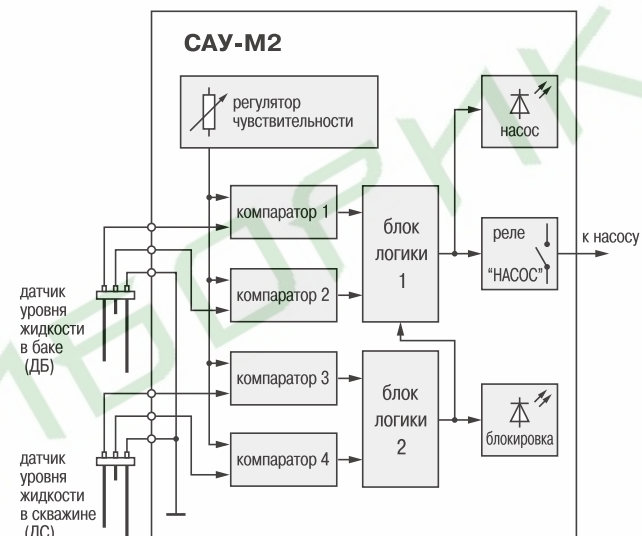

Рис. 1
3.2.1. Функциональная схема прибора приведена на рис. 1.